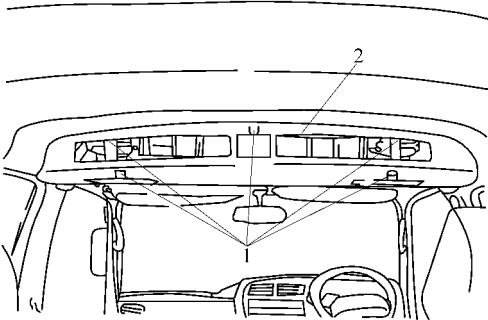

图 19-37 拆下冷气装置罩
- (1) 从蓄电池脱开负极电缆。
- (2) 从制冷系统中排出制冷剂。
- (3) 拆下冷气装置罩。如图 19-37 所示。